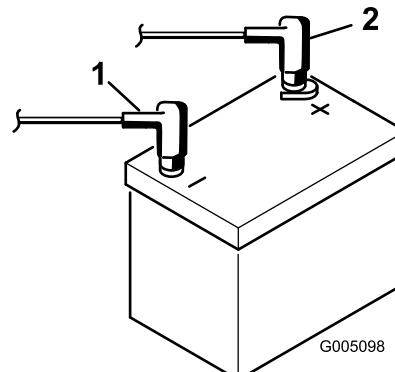

図 8
8. 赤いプラス (+) ケーブルをバッテリーのプラス (+) 端子に、黒いマイナス (-) ケーブルはバッテリーのマイナス (-) 端子にはめ、ボルトとナットで固定する（図 8）。ショート防止のために (+) 端子にゴムキャップをかぶせる。